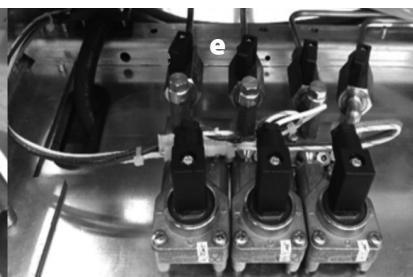

Figura 10
- c) Los grifos de los contadores volumétricos e deben estar abiertos (figura 10).